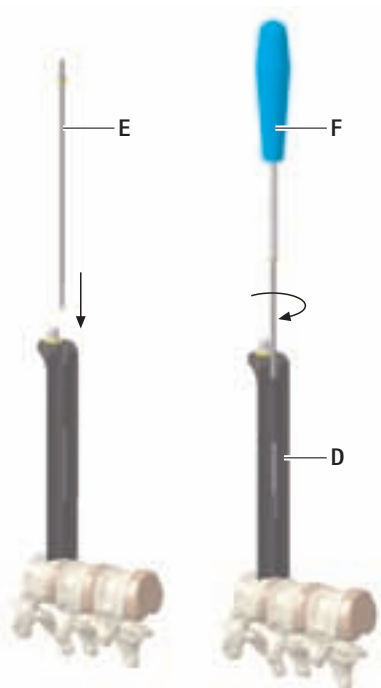

Рис. 1
- ▶ Ввести фиксирующий винт **E** в зеркало **D** и привинтить, см. Рис. 1.